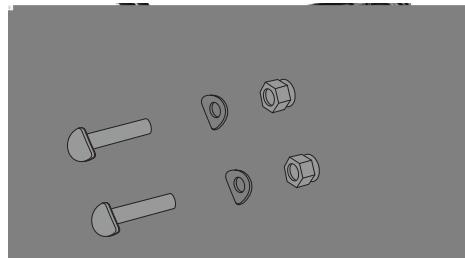

Рис. 6 Установка рукояток
- Установите рабочие рукоятки с панелью на стойку и закрепите с помощью болтов, шайб и гаек, как показано на Рис. 6.